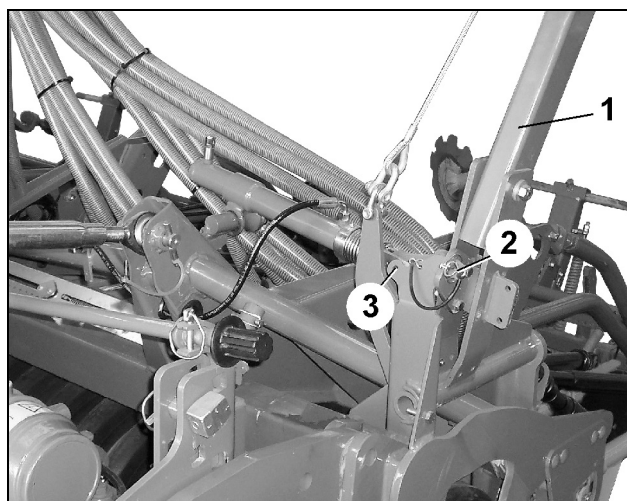

Fig. 98
- Sostener el brazo de extensión del trazador de huella (Fig. 98/1) y quitar el pasador clavija (Fig. 98/2) (necesario para el transporte).
- Enchufar el pasador clavija en la lengüeta (Fig. 98/3) mientras no se necesite.
Luego de quitar el pasador clavija (Fig. 98/2) el brazo de extensión del trazador de huella se inclina ligeramente hacia un lado.